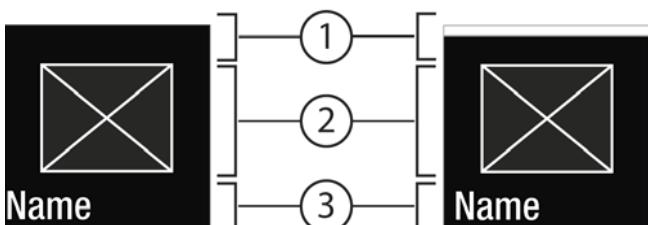

Fig. 6
- Установка нового значения: С помощью Подтвердить Fig. 5 (2) выбрать деактивированное значение Fig. 6 (1).
- Назад в меню: С помощью Подтвердить Fig. 5 (2) выбрать уже активированное значение Fig. 6 (2).
- ▷ Состояние: активировано Fig. 6 (1) появляется ненадолго в Подменю Fig. 7(4).